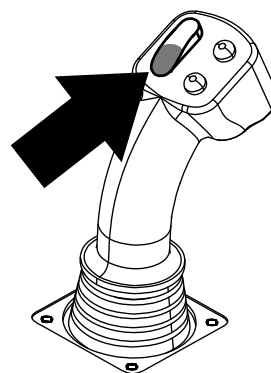
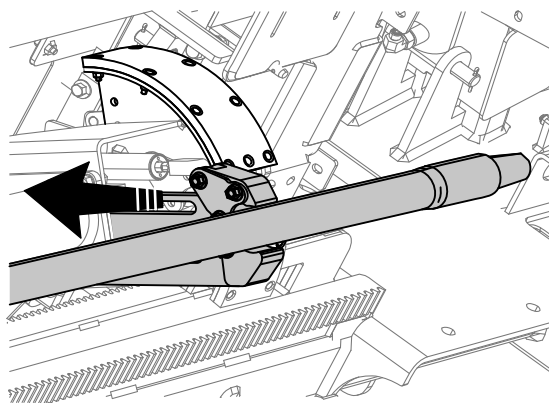

Bild 14
Bild 15
7. Halten Sie den unteren Teil des Kippschalters (Bild 14), bis die Arme ganz eingezogen sind (Bild 15).